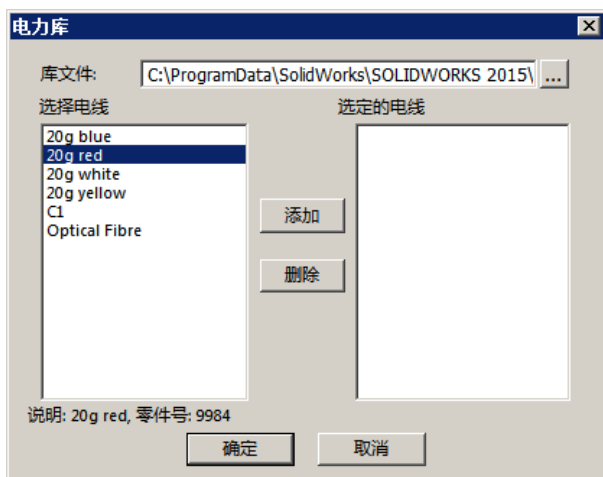
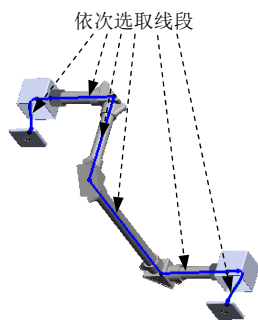

图 11.8.18 “电力库”对话框
图 11.8.19 选取路径
Step2. 编辑电线。选择 **电气** 功能选项卡中的 **编辑线路(E)** 命令，进入 3D 草绘环境；选择 **电气** 功能选项卡中的 **编辑电线(W)** 命令，系统弹出“编辑电线”对话框；单击“编辑电线”对话框中的添加电线按钮 ，系统弹出“电力库”对话框（图 11.8.18）；在 **选择电线** 下拉列表中选择“20g red”，单击 **添加** 按钮，如图 11.8.18 所示，单击 **确定** 按钮，完成电线的选择；在“编辑电线”对话框中单击 **选择路径(S)** 按钮，依次选取图 11.8.19 所示的线段。单击对话框中的  按钮，完成路径的选择；单击“编辑电线”对话框中的  按钮，完成电线编辑，如图 11.8.20 所示。